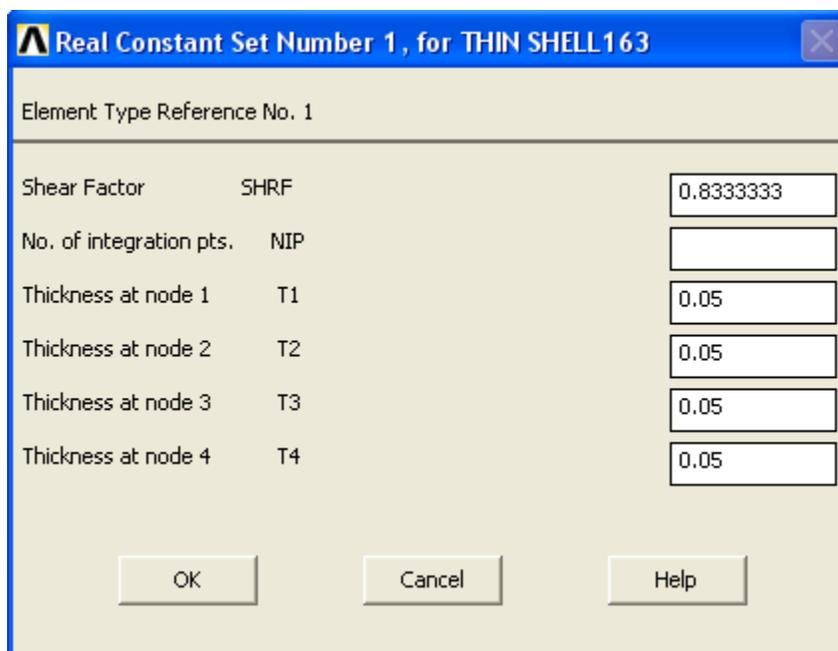

Рисунок 124. Окно *Real Constant Set Number 1, for THIN SHELL163* с заполненными полями ввода
- Во втором окне *Real Constant Set Number 1, for THIN SHELL163* необходимо ввести требуемые параметры (Рисунок 124, Таблица 7) и нажать кнопку *OK*.